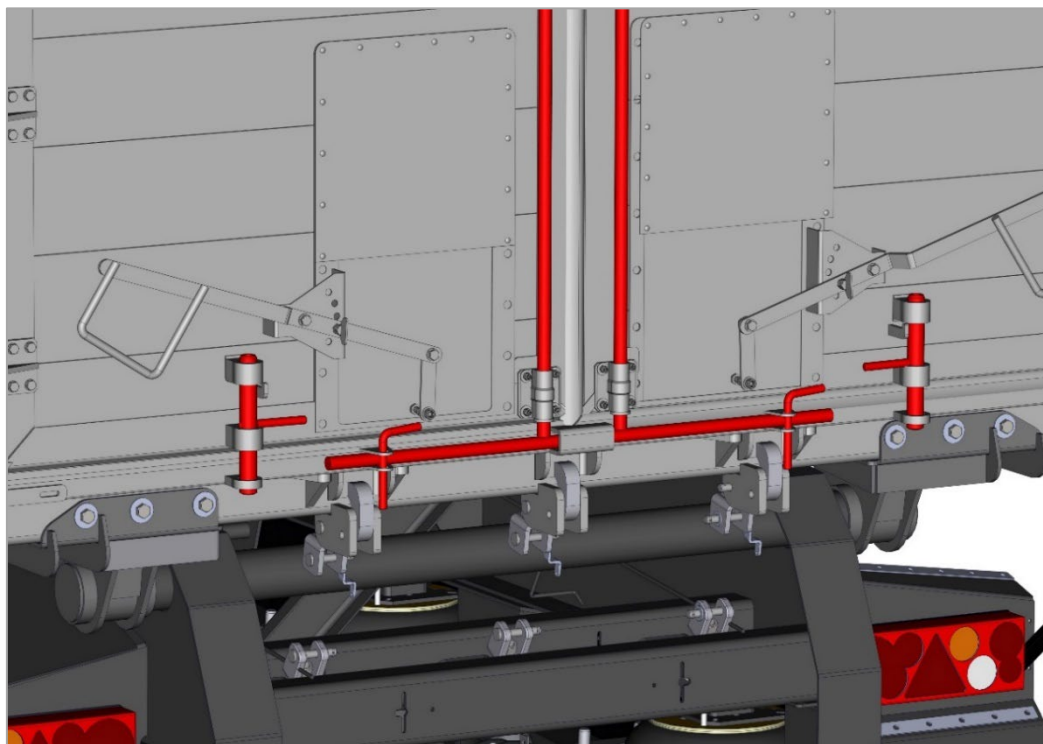

Рис. 38.1. Положение фиксаторов
- убедиться, что фиксаторы дверей установлены (Рис. 38.1).